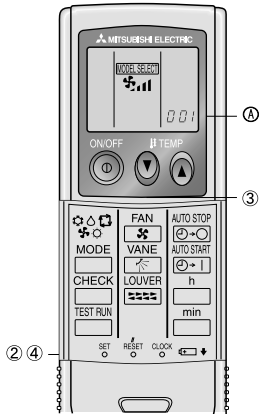

Fig. 6-3
1) Preparación inicial (Fig. 6-3)